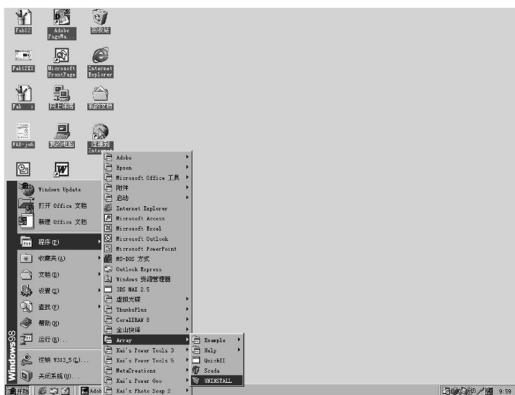
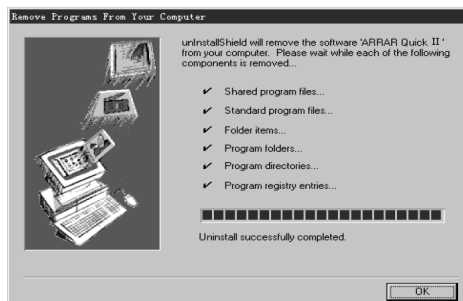

图 1.9 卸载
图 1.10 QUICK II 移除画面
- 用鼠标左键单击该程序集下的“UNINSTALL”，如图 1.9 所示；
- 出现移出画面如图 1.10 所示，即可移除。
- 在该对话框中选择“ARRAY QUICK II”程序后，单击“增加 / 移除程序”按钮，出现对话框如图 1.9 所示，询问是否决定移除；用鼠标左键单击“Yes”，即出现移除画面如图 1.10 所示：